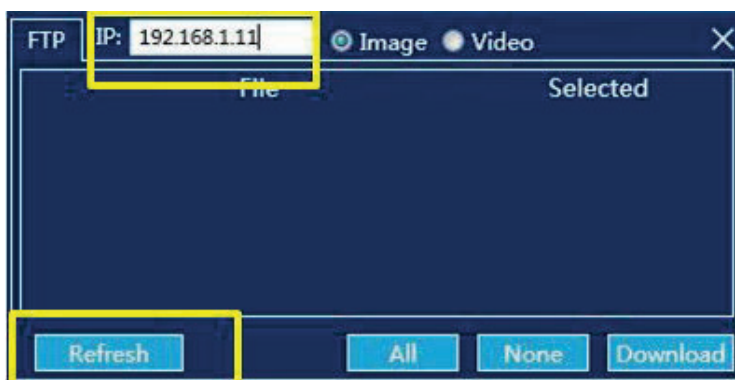

Figura 3-3
3. Abra el software de análisis de infrarrojos, haga clic en “Importación de datos” - “FTP” - “Local”, introduzca la IP del dispositivo dirección y haga clic en la parte inferior “Actualizar” en la esquina izquierda, para que la lista muestre automáticamente todas las imágenes almacenadas en el dispositivo. Compruebe la imagen deseada y haga clic en el botón “Descargar” para importar la imagen seleccionada en el directorio especificado de la máquina (si el usuario no conoce la ruta de almacenamiento, ingrese la “Configuración” - “Otro” - “Ruta de almacenamiento de imágenes” del software para visualizarla). Ver figura 3-3: